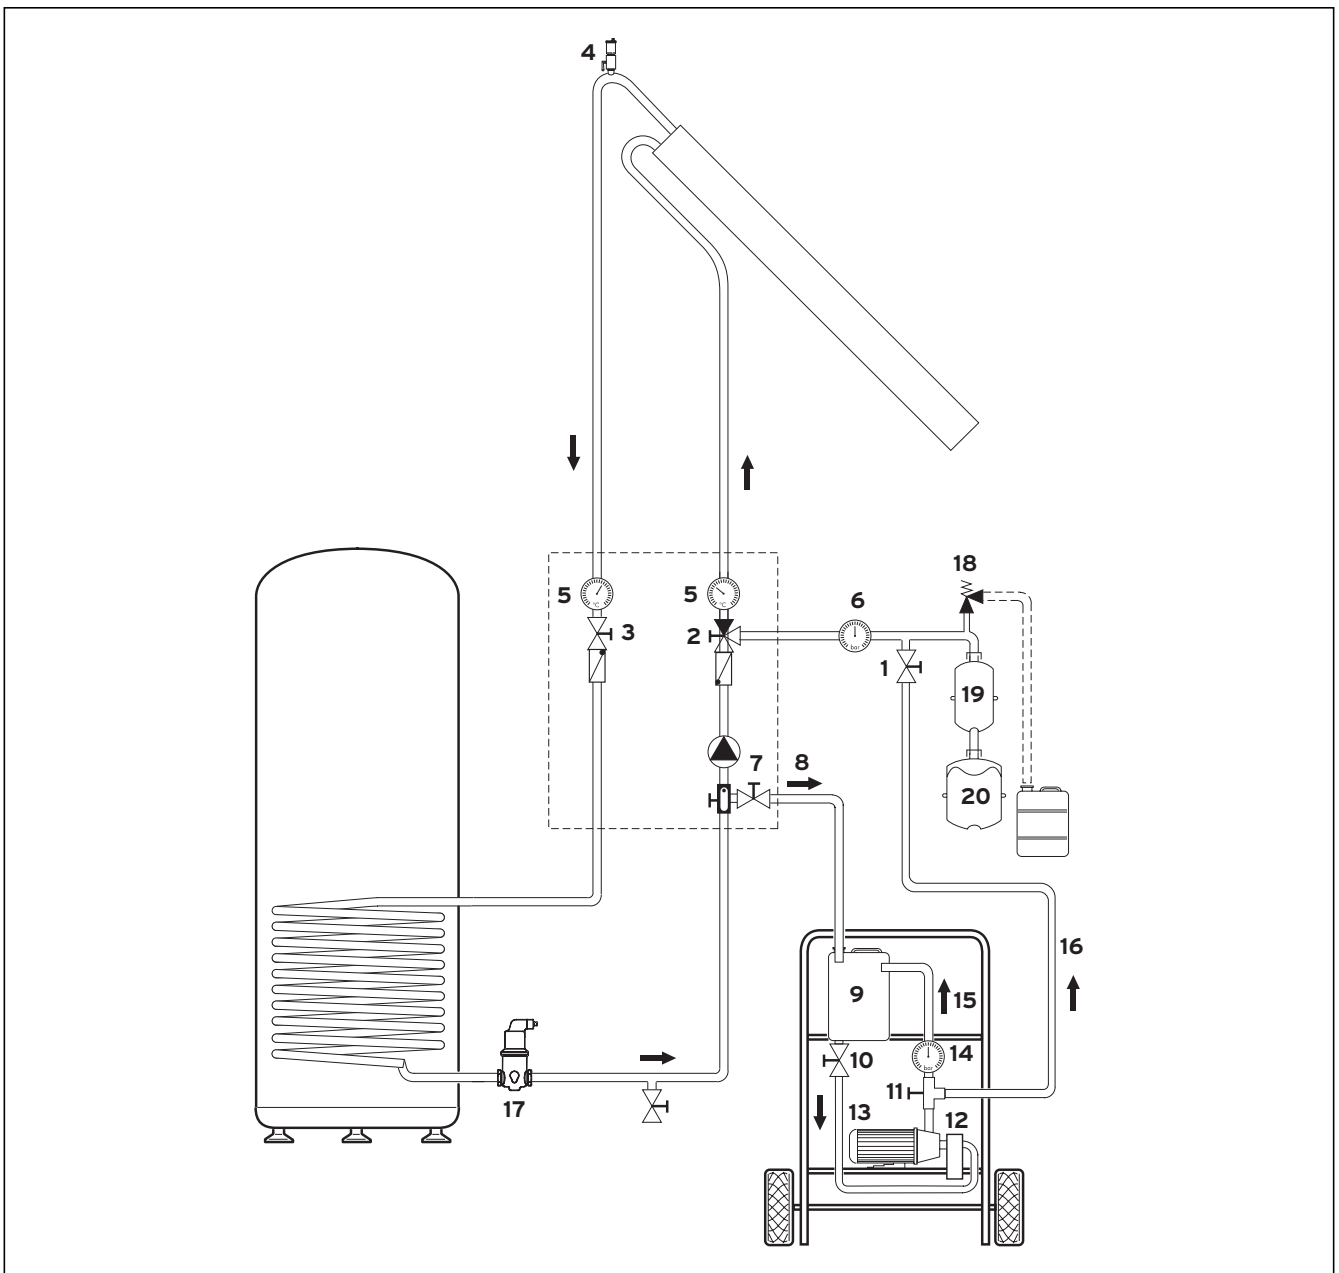

Abb. 1.1 Solarkreis und Befülleinrichtung
Beachten Sie die maximale Flüssigkeitstemperatur von 60°C (5) (siehe Abb. 1.1), um die Befüllpumpe nicht zu beschädigen!